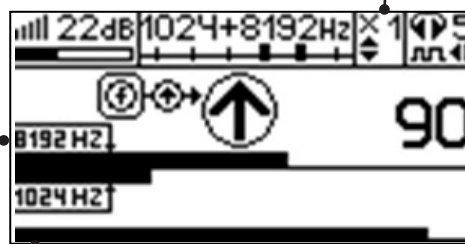

Рис. 7.4
4. «Назначение» производится нажатием кнопки **f** при расположении датчика точно над «выделенной» коммуникацией, считающейся «своей». После этого указатель направления сигнала приобретает вид - (↓). При переходе на «чужую» коммуникацию с другим «направлением сигнала» (или при изменении положения датчика на «обратное») раздастся звук и стрелка покажет «направление сигнала - назад (↙)» (рис. 7.4)
**Методика:** Производя трассировку с применением ЭМД на низкой активной частоте (512Гц / 1024Гц) (*см. раздел активный трассопоиск*), наблюдать за уровнем сигнала. Локальное повышение и резкое уменьшение уровня указывают на вероятность наличия дефекта изоляции. (*рис. 7.4*) При этом величина сигнала может меняться по различным причинам: положение датчика, глубина залегания кабеля, наличие мешающих конструкций. Поэтому таким методом можно обнаружить лишь «низкоомные» дефекты сопротивлением менее 1кОм.